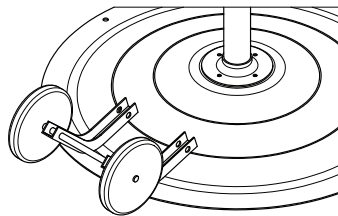

Figura 1 — Configuración del Soporte
1. En el extremo del eje, coloque firmemente (1) tuerca de soporte, fijándola en su lugar con un mazo de goma. Coloque (1) arandela, (1) rueda, (1) arandela y luego (1) soporte de montaje sobre el eje.
2. En el otro extremo del eje, deslice (1) soporte de montaje, (1) arandela, (1) rueda y luego (1) arandela.
4. Para voltear el conjunto de pedestal, levante desde el extremo del motor y coloque el cabezal del circulador boca abajo sobre una superficie plana. Para retirar todos los discos insertados, suelte las (4) tuercas 1/4 pulg.-20, según sea necesario.
6. Disponga el conjunto como se muestra en la Figura 1, con los soportes a nivel con la base. Marque donde se perforarán los (4) orificios.